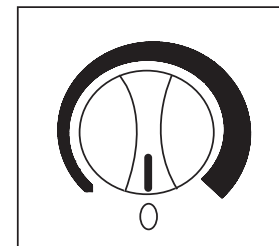

Fig.2
- Pour arrêter le cabinet à vins (arrêt du refroidissement), tournez le bouton de commande de la temp. à la position «0» (OFF) (**voir la Fig. 2**).
- Tournez la commande en position «OFF» (0) pour couper temporairement le cycle de refroidissement. Lorsque le cabinet à vins n'est pas utilisé pendant une longue période, débranchez la prise de courant et laissez la porte partiellement ouverte. Régler la commande à la position "OFF" pour arrêter temporairement le cycle de refroidissement. Si le refroidisseur de vin ne doit pas être en marche pendant quelques temps, débrancher la prise et laisser la porte entre-ouverte.